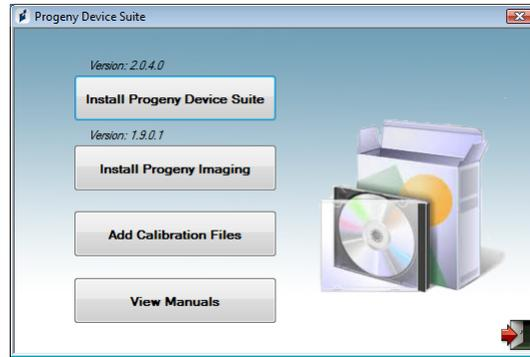

Figure 2 : Écran principal du logiciel d'installation
- L'écran principal du logiciel d'installation s'affiche dans la Figure 2. Si le logiciel ne lance pas l'installation automatiquement, parcourez Windows Explorer™ (Explorateur Windows) et sélectionnez la lettre du lecteur « Progeny ». Parcourez le contenu de la clé USB et double-cliquez sur « Setup.exe ». Cette étape permet de lancer le processus d'installation.